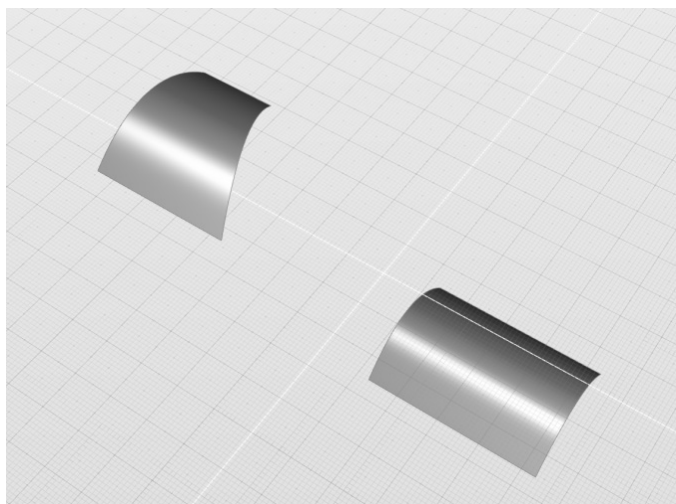

图 4-98 打开练习文件
1) 打开素材文件夹“练习 (4.4.2)”中的 Evolve 文件, 该文件中包含两个曲面, 一个是完整曲面, 一个是修剪曲面, 如图 4-98 所示。